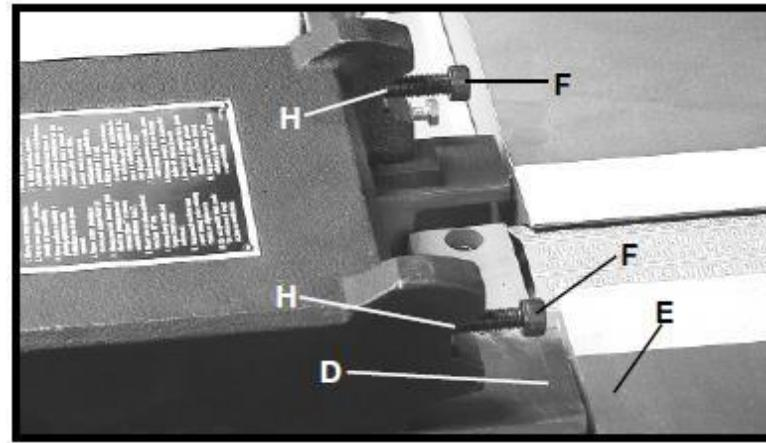
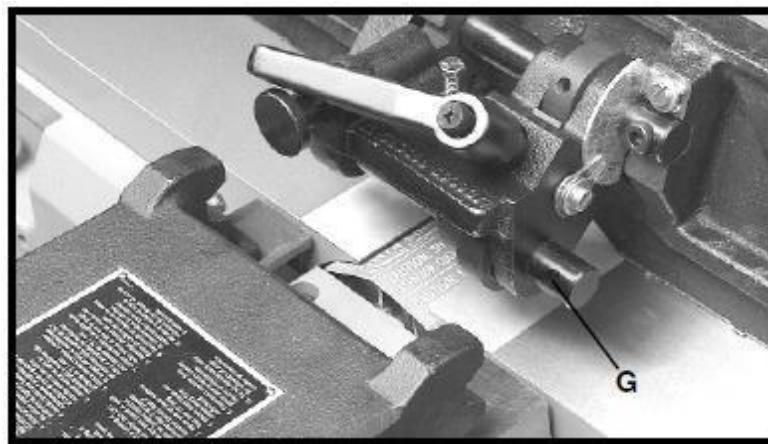

Рис. 9
Рис. 10
ПРИМЕЧАНИЕ: ВЕРХНЯЯ ПОВЕРХНОСТЬ (D), РИС. 9, УЗЛА КАРЕТКИ ПАРАЛЛЕЛЬНОГО УПОРА ДОЛЖНА БЫТЬ НА ОДНОМ УРОВНЕ С ВЕРХНЕЙ ПОВЕРХНОСТИ (E) ВЫВОДНОГО СТОЛА.
1. Вывернуть два винта с шестигранным шлицем M8 x 1,25-30 (F), рис. 9.
2. Совместить два отверстия, одно из которых показано в поз. (G), рис. 10, в параллельном упоре с двумя отверстиями (H), рис. 9, в узле каретки параллельного упора. Вставить винт в отверстие параллельного упора и ввернуть винт в резьбовое отверстие узла каретки параллельного упора и надёжно затянуть шестигранным ключом 6 мм. Повторить данную операцию в другом отверстии в параллельном упоре и узле каретки параллельного упора.